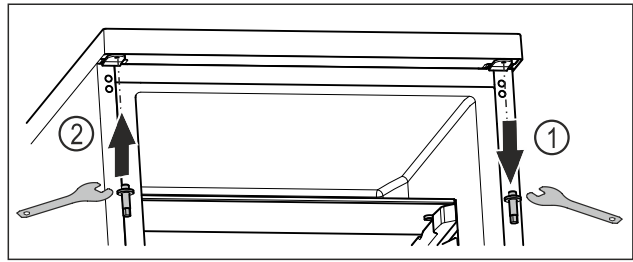

Fig. 22
- ▶ Csavarja ki a felső csapot dugókulccsal. Fig. 22 (1)
- ▶ Csavarozza fel a csapot a másik oldalra dugókulccsal. Fig. 22 (2)